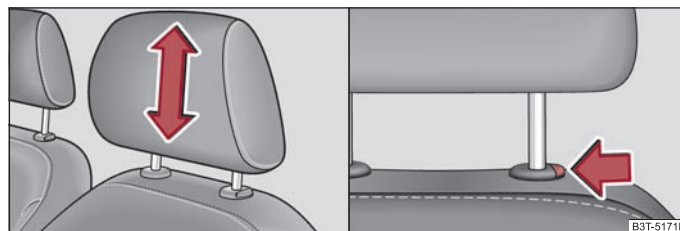

Fig. 72 Tetierele: Reglare/Extragere
- Cuprindeți tetiera cu ambele mâini de părțile laterale și trageți în sus ⇒ fig. 72 - stânga.
- Dacă doriți să împingeți tetiera în jos, trebuie să apăsați tasta de siguranță ⇒ fig. 72 - dreapta și să o mențineți apăsată și cu cealaltă mână să apăsați tetiera în jos.
- Apăsați tasta de siguranță în sensul săgeții ⇒ fig. 72 - dreapta și scoateți tetiera.